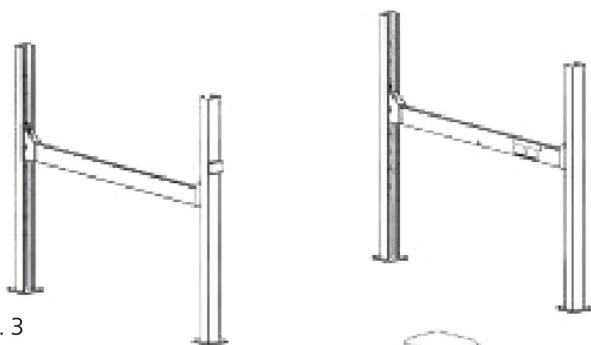

Рис. 3
3. Стойки и поперечины теперь установлены на расстоянии, соответствующем длине платформ. Будьте внимательны и не работайте одновременно со стойками и поперечинами, так как они могут опрокинуться и травмировать оператора (рис.3).